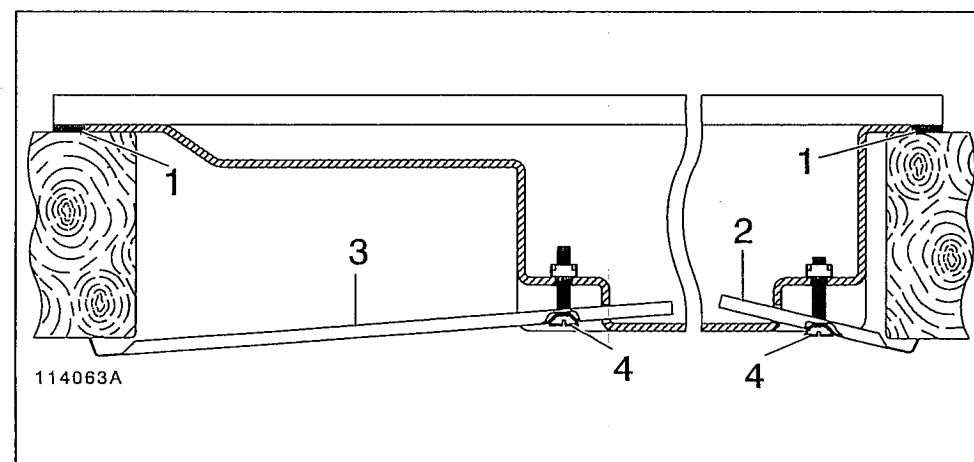

Figure 2
2. Mettre la garniture en caoutchouc (fig. 2, rep. 1) tout autour de l'appareil.
3. Introduire le plan de cuisson dans l'entaille et le fixer à l'aide des étriers courts (fig. 2, rep. 2) sur le côté avant, des étriers longs (fig. 2, rep. 3) sur le côté arrière, et des quatre vis (fig. 2, rep. 4).